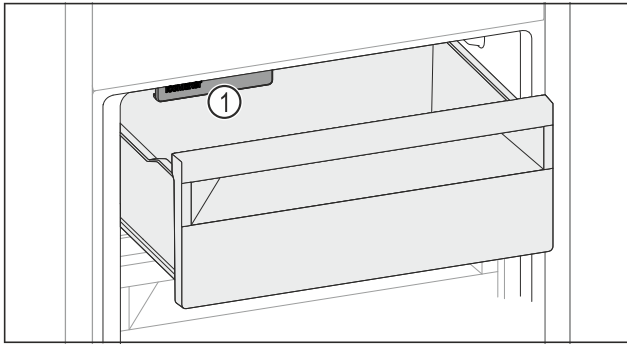

Fig. 155
- ▶ IceMaker Fig. 155 (1) berücksichtigen.